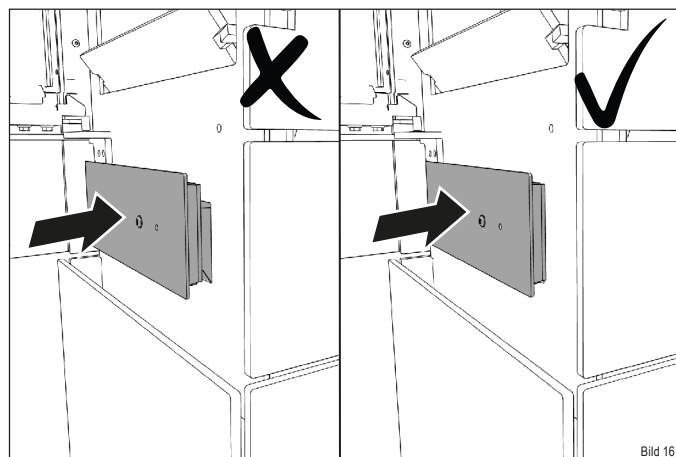

Bild 16
- ✓ Schieben Sie den Aschebehälter wieder in die Öffnung, so dass dieser bündig mit der Dichtung anliegt (Bild 16).